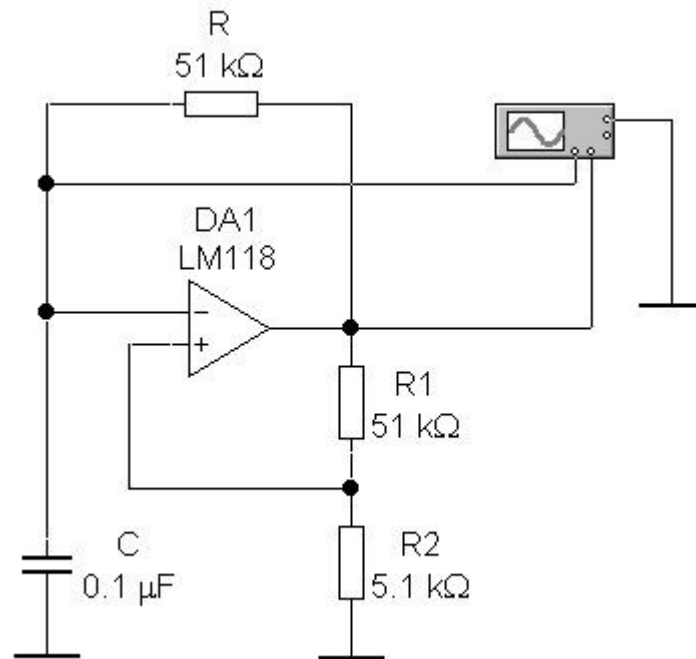

Рис. 5.20. Принципиальная схема мультивибратора на ОУ
5.4.6. Для исследования мультивибратора на ОУ соберите схему, изображенную на рис. 5.20. Активизируйте схему. Зарисуйте форму напряжений на выходе схемы и на конденсаторе. Определите период и частоту колебаний выходного напряжения. Повторите измерения для емкости конденсатора 0,033 мкФ. Сделайте выводы.